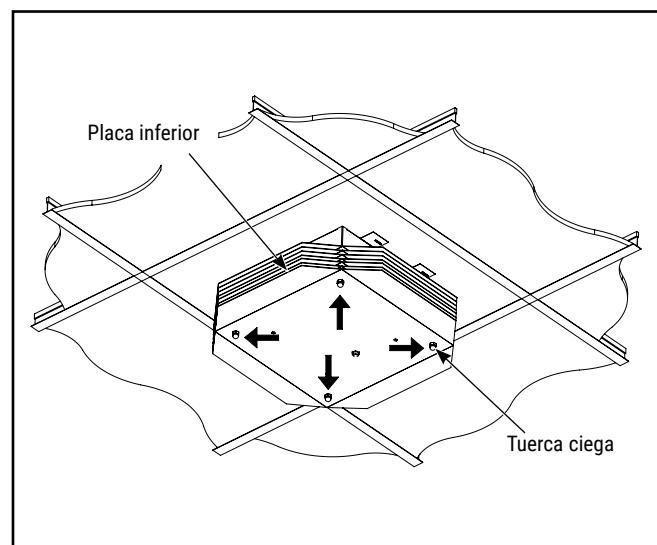

Figura 4.
- Retire las cuatro tuercas ciegas M8 de la parte inferior de la luminaria. Esto liberará la placa inferior. (ver Figura-4)